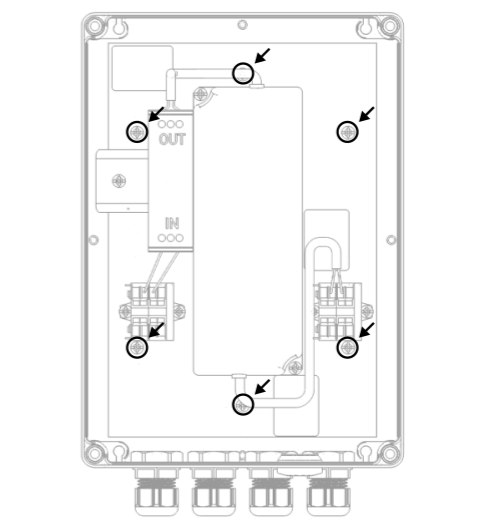

Bild 7: Befestigungsschrauben der Netzteilereinheit
- Defekte Netzteilereinheit demontieren. Hierzu die sechs Befestigungsschrauben lösen (Bild 7).